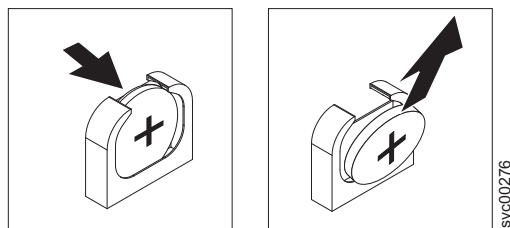

Figura 130. Suporte de Bateria CMOS do SAN Volume Controller 2145-DH8
- b. Use seu polegar e o dedo indicador para levantar a bateria do soquete, conforme mostrado em Figura 130.